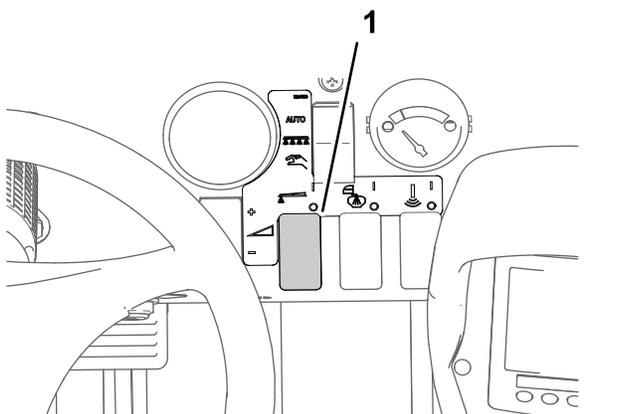

图 47
8. 使用喷洒率开关以获得随打药机提供的喷嘴选择指南里指定的喷洒压力 图 47。